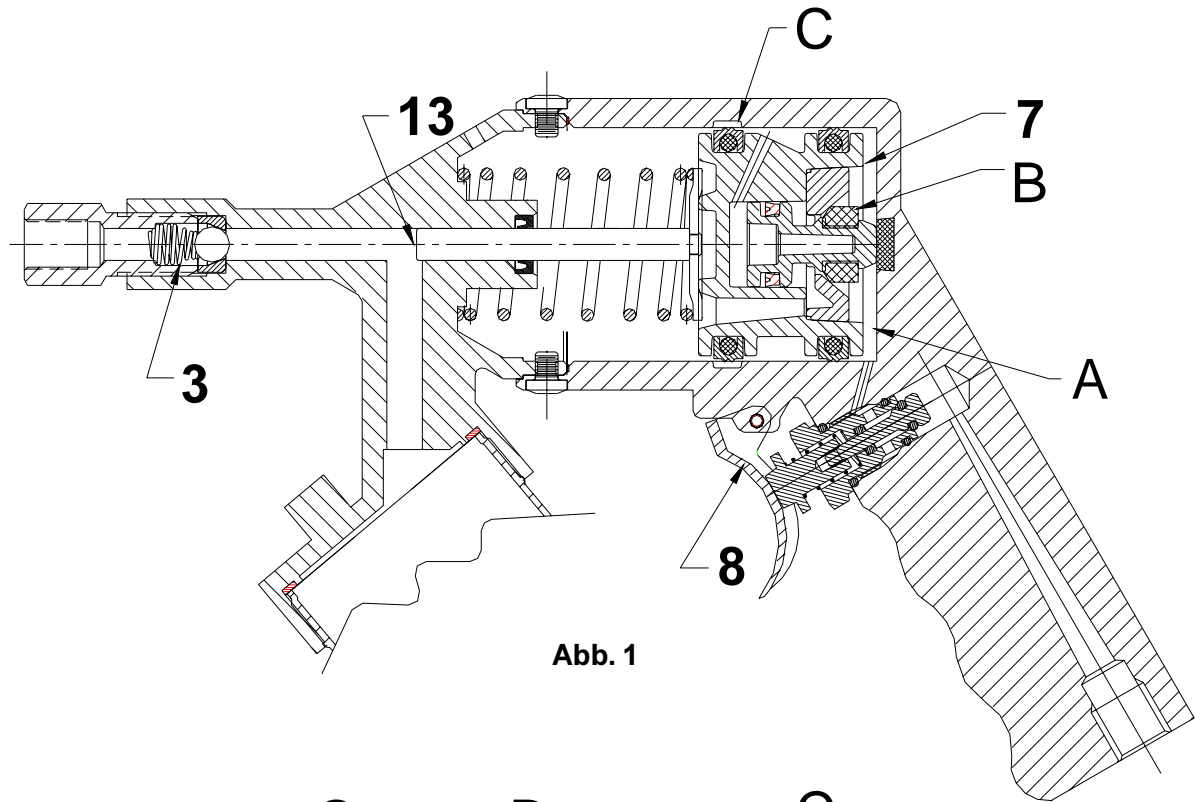

Abb. 1
Durch Betätigung des Abzughebels (8) wird die Fettpresse in Betrieb gesetzt. Luft strömt in Kammer A (siehe Abb. 1) ein und drückt den Kolben (7) zusammen mit dem Förderkolben (13) nach links. Entlüftungsventil B schließt sich. Unter Druck vom Förderkolben (13) öffnet das Fett das Rückschlagventil (3) und die Schmierstoffmenge wird ausgestoßen.
Wenn der Kolben (7) die Bypass-Nut C (siehe Abb. 1) erreicht, strömt Luft in die Kammer D und öffnet das Entlüftungsventil B. Der Luftdruck in Kammer A wird durch Ventil B und die Entlüftungsöffnungen E in Kammer F abgelassen, die durch Bohrung G mit der Atmosphäre verbunden ist. Zwischen beiden Seiten des Kolbens (7) findet ein Druckausgleich statt und die Feder (12) drückt nun den Kolben in seine ursprüngliche Lage zurück, wodurch die Fettpresse (siehe Abb. 1) neu geladen wird. Entlüftungsventil B schließt sich und Luft von Kammer D wird durch die Bypass-Nut C nach außen geleitet. Dieser Zyklus wiederholt sich auf die gleiche Weise, solange der Abzughebel gedrückt wird.